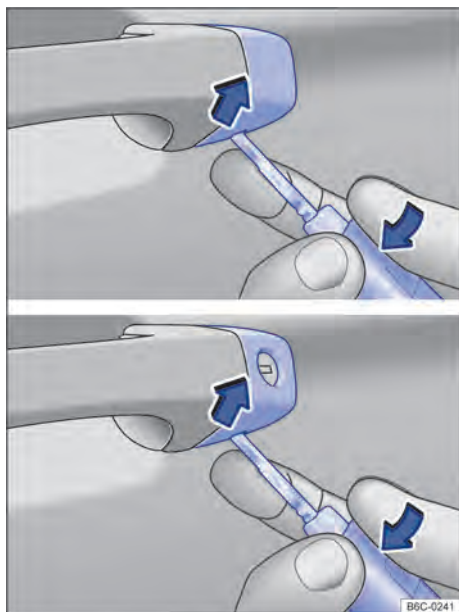

Fig. 56 Maçaneta da porta do condutor: remover a capa.
- Levantar a capa de cobertura com a chave do veículo no sentido da seta → Fig. 56.